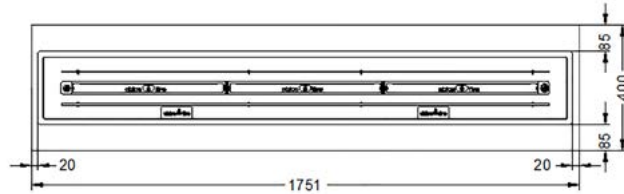

Abb. 8 Mindestmaße Ober-/Tischplatte
- Das Mindestmaß der Ober-/Tischplatte (Abb. 8) beträgt mindestens 1751 x 400 mm (Breite x Tiefe).